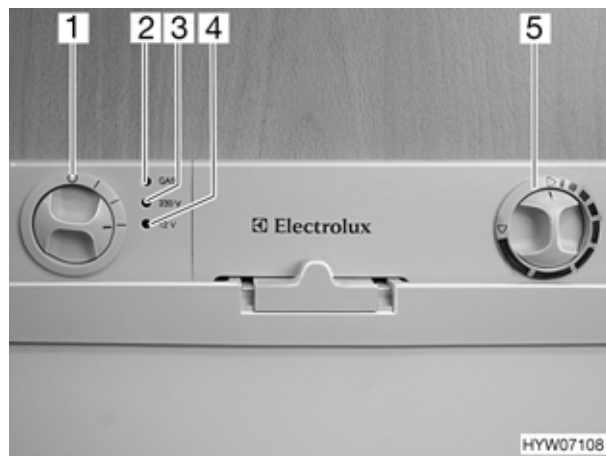

Fig. 132 Comandi del frigorifero (variante 3)
- Posizionare il selettore di energia (Fig. 132,1) su "GAS".
- Posizionare il pomello girevole (Fig. 132,5) sulla potenza massima. L'alimentazione di gas è ora aperta. L'accensione avviene automaticamente. L'indicazione di funzionamento "GAS" (Fig. 132,2) diventa gialla. È udibile un ticchettio fino a quando procedura di accensione non è stata portata a termine.
- Posizionare il selettore di energia (Fig. 132,1) su "0". Il frigorifero è spento.
- Posizionare il selettore di energia (Fig. 132,1) su "230 V". L'indicazione di esercizio "230 v" (Fig. 132,3) diventa verde.
- Impostare la temperatura di refrigerazione con il pomello girevole (Fig. 132,5).
- Posizionare il selettore di energia (Fig. 132,1) su "12 V". L'indicazione di esercizio "12 v" (Fig. 132,4) diventa verde.